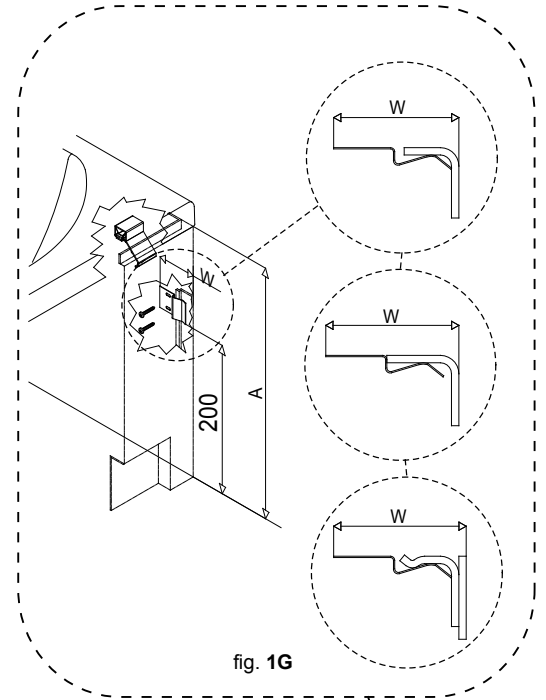

fig. 1G
- 16 Per eseguire i fori di fissaggio delle molle zincate per il sostegno dei pannelli, accostare il pannello alla parete in riferimento alla linea verticale tracciata. Segnare i fori della molla seguendo gli schemi (fig. 1G).
- 16 To make the holes for the insertion of the galvanised spring clips which will support the panels, place the panel next to the vertical line previously drawn on the wall. Mark the position of the holes and make the holes as shown in fig. 1G.
- 16 Halten Sie die Platte längs der senkrecht eingezeichneten Linie gegen die Wand, um die Löcher bohren, die zur Befestigung der verzinkten Federn dienen, mit Hilfe derer die Platten später befestigt werden. Zeichnen Sie zunächst die Löcher der Federn, wie auf der Zeichnung abgebildet, ein (Abb. 1G).
- 16 Pour exécuter les trous de fixation des ressorts galvanisés pour le soutien des panneaux, approcher le panneau du mur, en correspondance avec la ligne verticale tirée. Marquer les trous du ressort en suivant les schémas (fig. 1G).
- 16 Para realizar los agujeros de fijación de los resortes galvanizados para el sostén de los paneles, acercar el panel a la pared tomando como referencia la línea vertical trazada. Marcar los agujeros del resorte siguiendo los esquemas (fig. 1G).
- 16 W celu wywiercenia otworów do zamontowania cynkowych sprężyn mocujących panele, należy przyłożyć panel do ściany zgodnie z zaznaczoną na linii pionową. Zaznaczyć otwory sprężyny według schematu (rys. 1G).
- 16 Voor het aanbrengen van de bevestigingsgaten voor de gegalvaniseerde paneel veerclips, plaats het paneel langs de in punt 6 op de wanden getekende verticale lijnen. Markeer de positie van de bevestigingsgaten zoals aangegeven in fig.1G en boor de gaten.